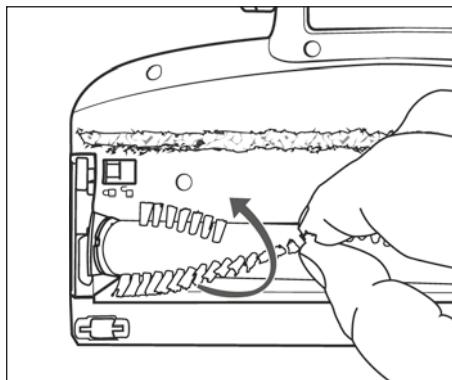

Fig. 25
- 3) Tag børsterullen 21 ud af gulvbørsten 22 ved at holde i børsterne. Drej samtidig børsterullen 21 en smule for lettere at kunne tage den af (se fig. 25).